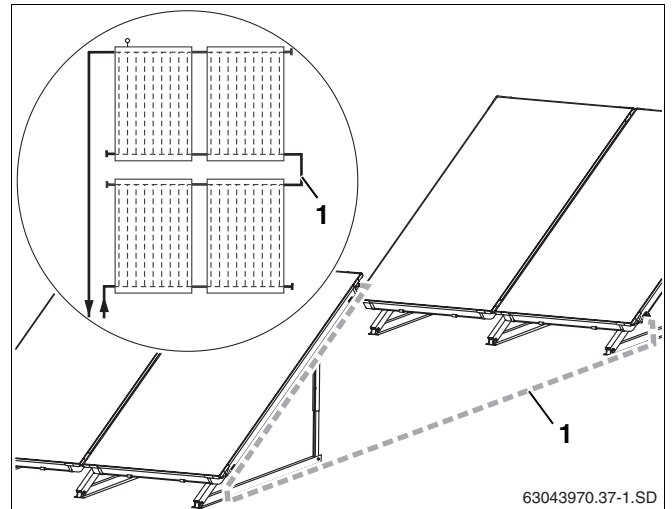

Fig. 61 Duas filas de colectores seguidas
Para a ligação de duas filas de colectores (fig. 61, **item 1**) necessita de um segundo conjunto de ligação.